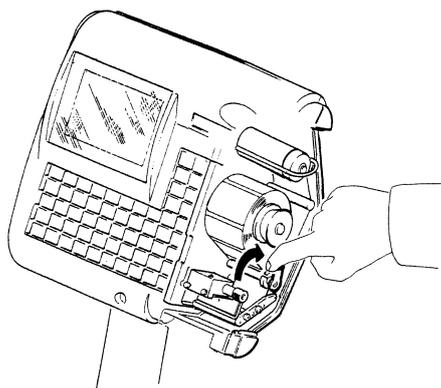
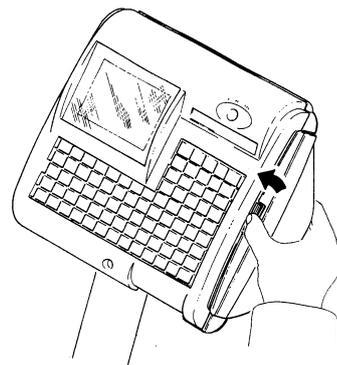

**fig. 5**
**fig. 6**
- Il rotolo deve essere posizionato nella stampante seguendo correttamente il percorso rappresentato in **fig.5**. Fissare con la forcella metallica la carta siliconata di supporto al riavvolgitore; ruotare quindi il riavvolgitore per recuperare la carta siliconata fino a tendere leggermente tutto il rotolo (**fig.6**). Ad ogni sostituzione del rotolo, controllare che l'anello guida carta sia posizionato in modo da mantenere il rotolo allineato con la fotocellula.
- Abbassare la testina di stampa come in **fig.7** ruotando in senso orario la levetta (riportandola in posizione "A" di **fig.5**). La bilancia è ora pronta per riprendere le operazioni di pesatura e stampa. Richiudere lo sportello facendo attenzione che si agganci correttamente al corpo macchina (**fig.8**).